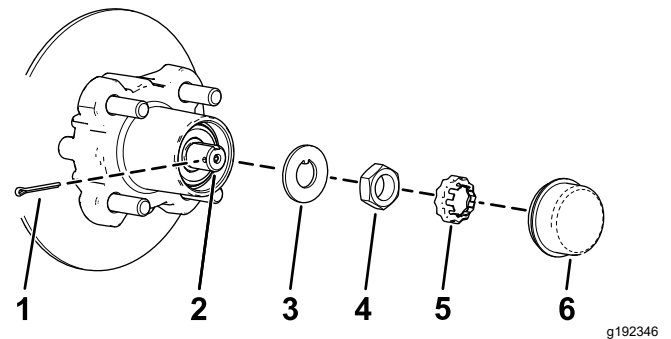
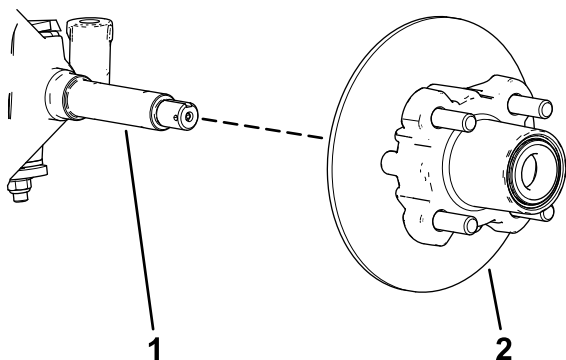

Bild 32
Bild 33
4. Nehmen Sie den Staubdeckel von der Radnabe ab (Bild 32).
5. Nehmen Sie den Splint und die Mutterbefestigung von der Spindel und der Spindelmutter ab (Bild 32).
6. Nehmen Sie die Spindelmutter von der Spindel ab und trennen die Radnabe und den Drehzylinder von der Spindel ab (Bild 32 und Bild 33).